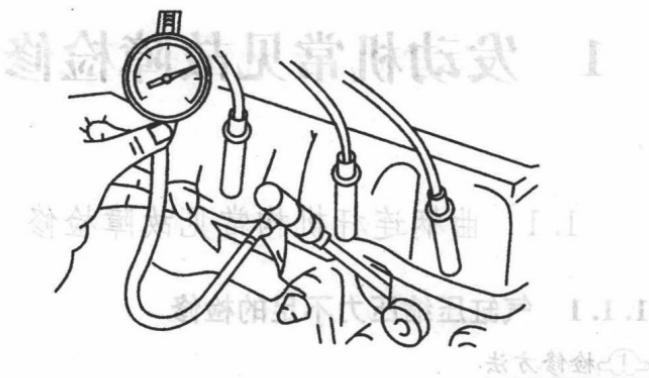

图 1-1 检查气缸压力
(1) 故障现象 气缸压缩压力不足,会使发动机起动困难,汽车行驶无力,燃油消耗增加。
(2) 故障原因
- ①气缸垫损坏。
- ②进气门和排气门的气门间隙调整不当。
- ③进气门和排气门与气门坐垫密封不严。
- ④活塞环安装不正确,没有按原厂规定安装。
- ⑤活塞环和气缸严重磨损。若向气缸内倒入少量机油可增加压缩压力,说明活塞环和气缸磨损严重。
(3) 故障诊断
- ①发动机温度应为70℃~80℃,蓄电池放电程度不得低于50%,以使发动机转速超过250r/min。
- ②吹净火花塞外部尘土,拆下各缸火花塞,将节气门和阻风门完全打开。
- ③排除气缸内废气,将气缸压力表放在火花塞孔上,检查气缸压力如图1-1所示。
- ④用起动机带动曲轴,记下压力表所示的压力数,连续试验两次以上,依次检查各缸压缩压力。轿车气缸压力标准值 $\geq 1200\text{kPa}$,使用限度为980kPa,各缸压力差 $\leq 98\text{kPa}$ 。